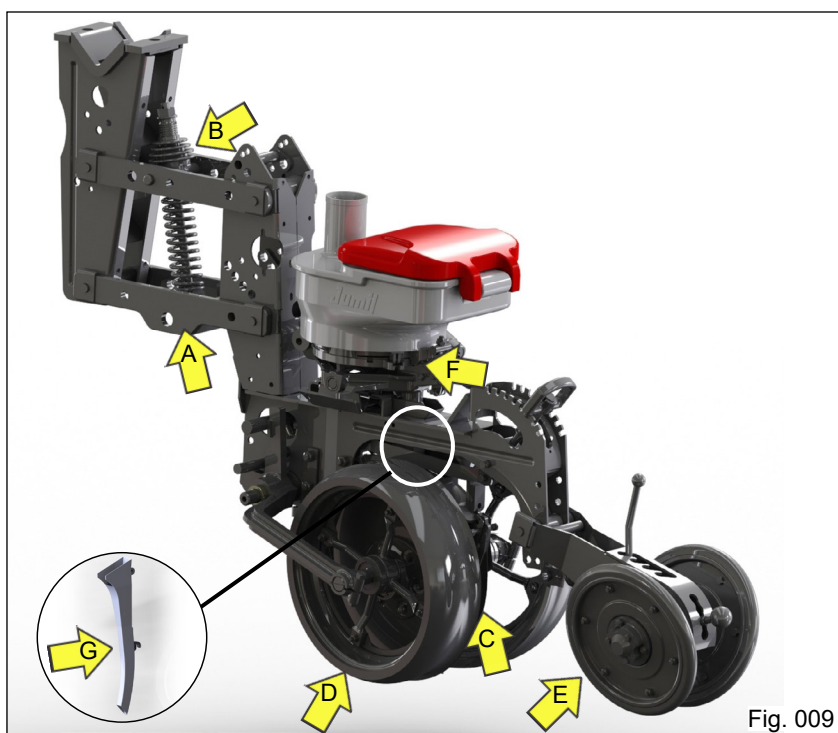

Fig. 009
- Menor comprimento – mais suavidade e estabilidade mesmo em terrenos irregulares. Montadas no tubo porta ferramentas, ficam posicionadas desencontradas umas das outras. Possui (Fig. 009):